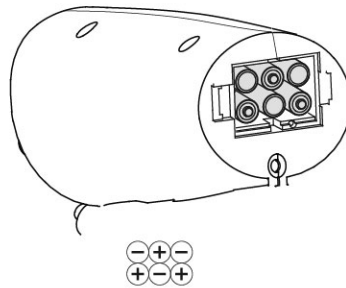

Abb.6
- Legen Sie sechs AA Batterien gemäß den Polaritätsmarkierungen im inneren des Batteriefachs ein (Abb. 6).